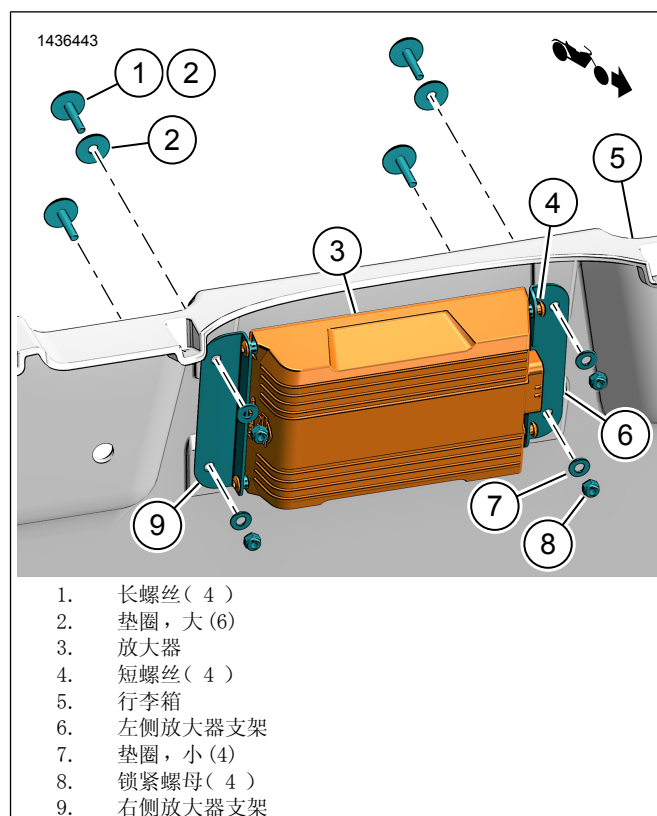

图2. 放大器安装支架
1. 参见图2。安装放大器安装架。
参见图2。安装带支架的放大器。